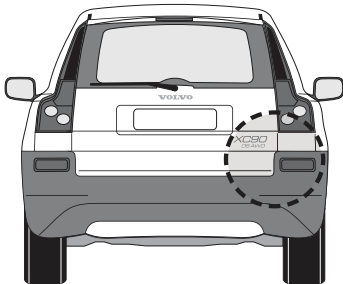

Bild 3
- c) Włożyć przełącznik w gniazdo przełącznika oraz zamocować w odpowiednim miejscu. Włożyć bezpiecznik 15A w wolne gniazdo **nr 9** uchwytu bezpiecznikowego ze strony pojazdu w przestrzeni bagażnika (Rysunek 3 i 5).